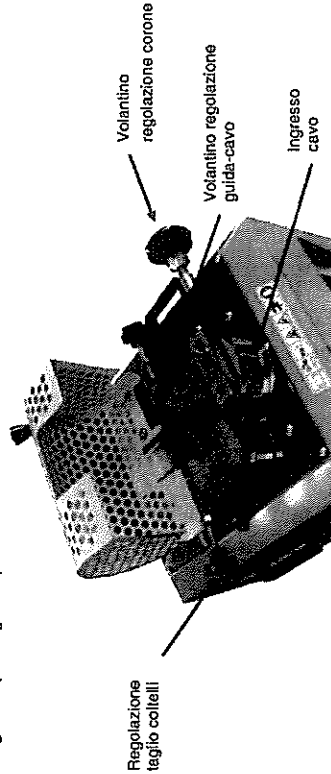

Fig. 4.8.1
1. La prima attività da fare è aprire la griglia di protezione ed inserire il cavo nell'apposito ingresso (vedi fig.4.8.1)
2. Procedere quindi con la regolazione del "volantino regolazione corone" (vedi fig. 4.8.1). Anche in questo caso le corone devono leggermente comprimere il cavo con una leggera pressione, al fine di consentirne il trascinamento.